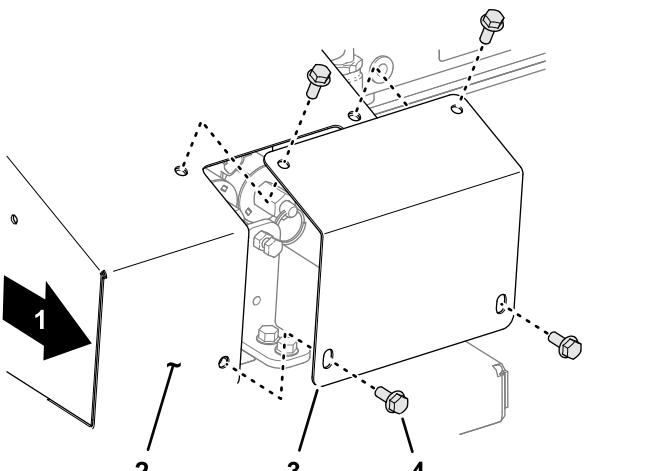

Figure 28
- Sur le côté droit de la machine, retirez les 4 vis à embase qui fixent le capot de protection au couvercle de la commande manuelle (Figure 28).